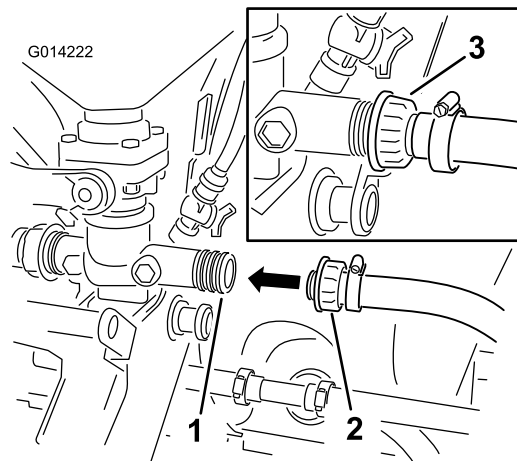

Figura 26
- Instale este extremo de la manguera en el orificio orientado hacia atrás de la válvula del eyector (Figura 26). Sujételo al conjunto del eyector con la tuerca de plástico.